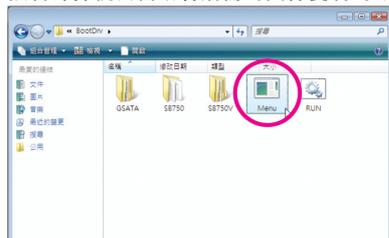
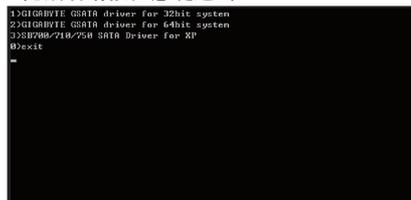

图 2
图 3
- 2: 进入光盘中的“BootDrv”文件夹, 双击“Menu.exe”文件(图 2)后会出现“命令提示符”画面, 内含如图 3 所示的控制器菜单。)
- 3: 放入空白磁盘。按下 SATA 控制器驱动程序代码后再按<Enter>键。以图 3 的菜单为例, 请选择“3) SB700/710/750 SATA Driver for XP”。